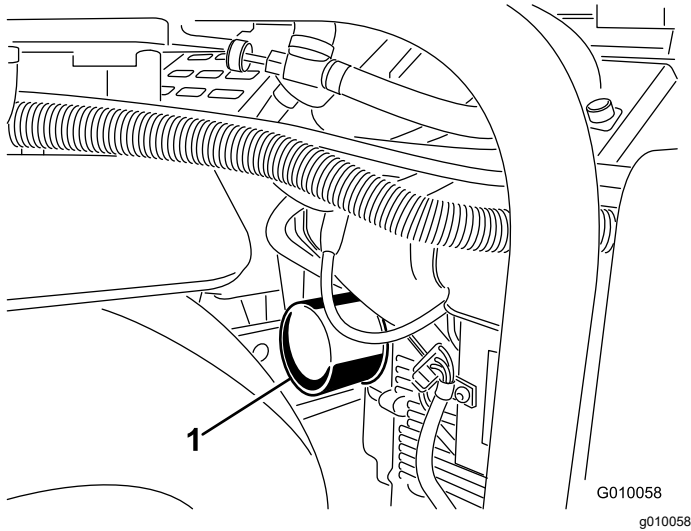
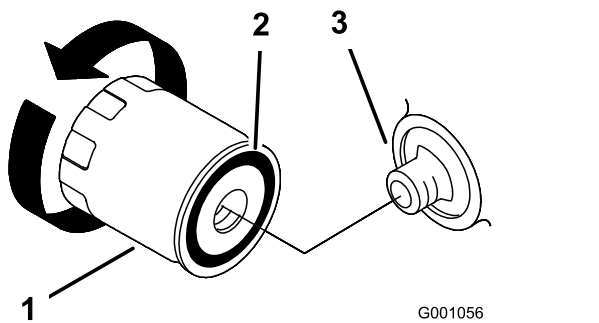

Figura 45
Figura 46
5. Coloque um recipiente pouco profundo ou um pano debaixo do filtro para apanhar o óleo (Figura 45).
6. Remova o filtro de óleo antigo (Figura 45 e Figura 46) e limpe a superfície da junta do adaptador do filtro.